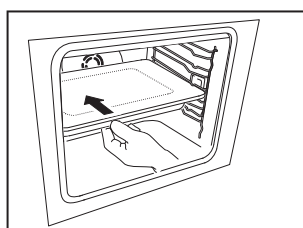

Fig. 3
3. Assicurarsi che la spina si inserisca completamente nella presa spingendo con fermezza la piastra ad induzione (Fig. 3).